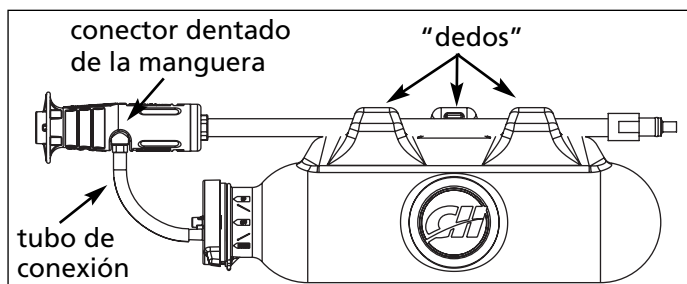

Figura 1
1. Coloque el tanque en una superficie fuerte y plana. Luego calce el eje de metal de la lanza entre los tres "dedos" en la parte superior del tanque (vea la Figura 1). NOTA: El calce es muy ajustado. Tenga precaución para evitar daños. El calentar el dedo central con un secador de pelo le facilitará la instalación.
2. Deslice el extremo libre del tubo de conexión en el conector dentado de la manguera conectado a la cabeza de la lanza (vea la Figura 1).